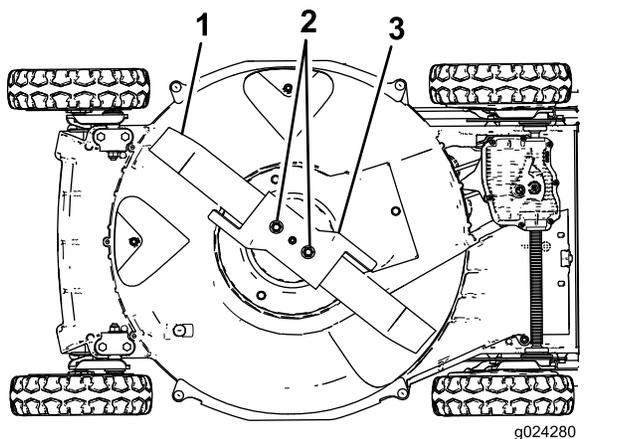

Figure 29
- Basculez la machine sur le côté **droit** (filtre à air en haut), comme montré à la Figure 29.